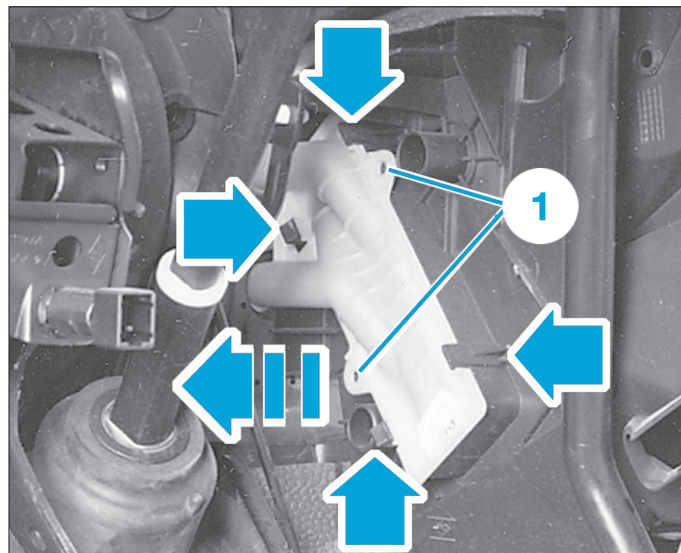

Fig. 13
- Écarter les clips de maintien et extraire le radiateur (Fig.13).
À la repose, mettre en place des vis de fixation à l'emplacement (1) prévu sur le corps du bloc, s'il y a eu rupture des clips de maintien (Fig.13).